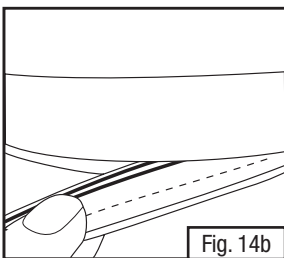

Fig. 14b
- Sujete la junta de la cubierta negra y tire lentamente hacia afuera en secciones pequeñas, intentando evitar el chaquetón (Fig. 14b).